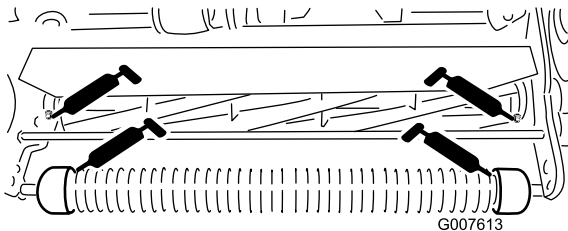

Figura 24
- 2 sul rullo anteriore (Figura 24).
- 2 sui cuscinetti del cilindro (Figura 24).